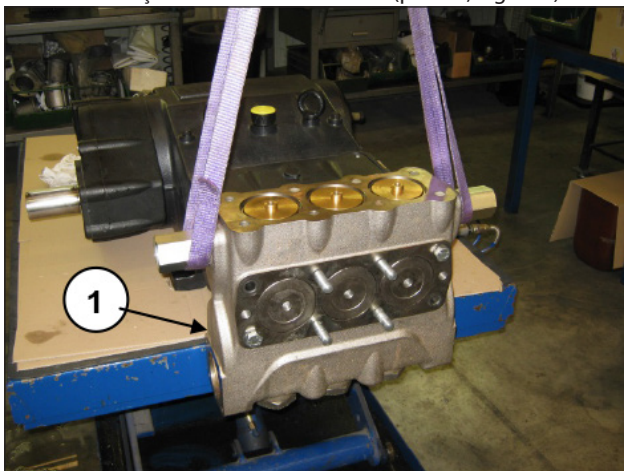

Fig. 109
Monte o cabeçote no cárter da bomba (pos. ①, Fig. 109).